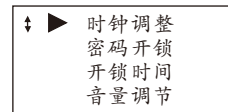
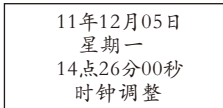
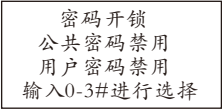
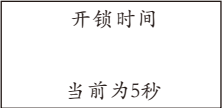

图3
图20
图22
图26
按 或 键可进行翻页，第二页显示如图3所示
在图3所示界面中选择“时钟调整”，按一下[**#**]键，LCD显示图20所示，根据界面光标提示依次输入时间（输入后光标才会跳转）
在图3所示界面中选择“密码开锁”，按一下【#】键，LCD显示图22所示
- 0+#=全部禁用(图22所示)
在图3所示界面中选择“开锁时间”，按一下【#】键，LCD显示图26所示
在图3所示界面中选择“音量调整”，按一下【#】键，LCD显示图28所示